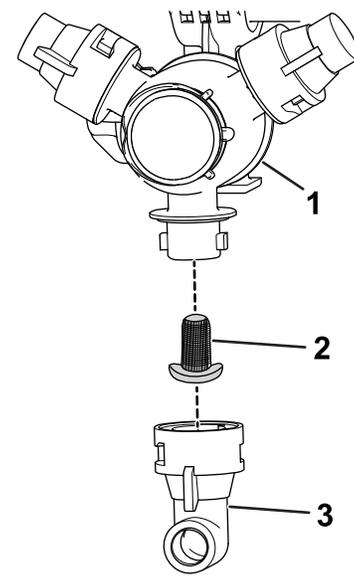

図 104
- 古いノズルフィルタ 図 104を外す。
- 新しいノズルフィルタを取り付ける 図 104。
- タレットにノズルを取り付ける 図 104。
- タレットからノズルを外す 図 104。